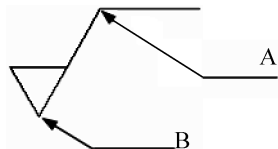

图 9-93 绘制的表面粗糙度符号
1) 绘制表面粗糙度符号，如图 9-93 所示。
3) 设置块属性。在命令行中输入“DDATTDEF”命令，打开“属性定义”对话框，如图 9-95 所示。按照图中所示进行填写和设置。填写完毕后，单击“确定”按钮，此时返回绘图区域，用鼠标拾取如图 9-93 中所示的点 A，完成属性设置。
填写完毕后，单击“拾取点”按钮，此时返回绘图区域，用鼠标拾取图 9-93 中所示的点 B，此时返回“块定义”对话框，然后单击“选择对象”按钮，选择图 9-93 所示的图形，此时返回“块定义”对话框，最后单击“确定”按钮，弹出“编辑属性”对话框，单击“确定”按钮完成块定义。